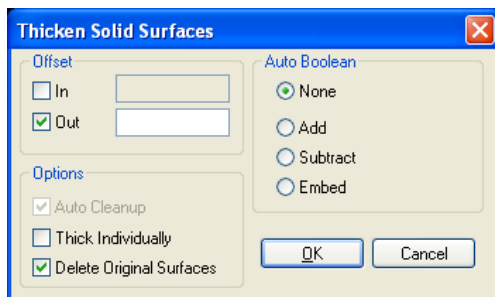

Рис.2.19. Діалогова панель стовщення/стоншення
- стовщення/стоншення (**Thicken...**): обираються поверхні, з'являється панель „**Thicken Solid Surfaces**” (див. рис.2.19). На ній у секції „**Offset**” обираються варіанти „**In**” (у напрямку тіла) та/або „**Out**” (у зовнішньому напрямку) та вказуються відповідні значення змін (в кожній точці – по нормалі до поверхні). У секції „**Options**” можна встановити опції „**Auto Cleanup**” (автоматичне очищення), „**Thick Individually**” (індивідуальне стовщення) та „**Delete Original Surfaces**” (видалити оригінальні поверхні). У секції „**Auto Boolean**” вказується логічна операція: „**None**”